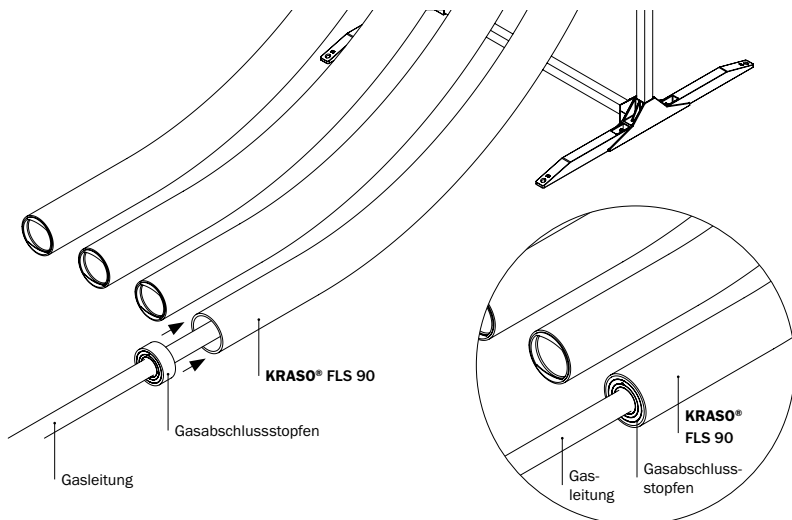

Abbildung 5.1: Einführung der Gasleitung, Gasabschlusstopfen
5.1. Einführung der Gasleitung (s. Abbildung 5.1)